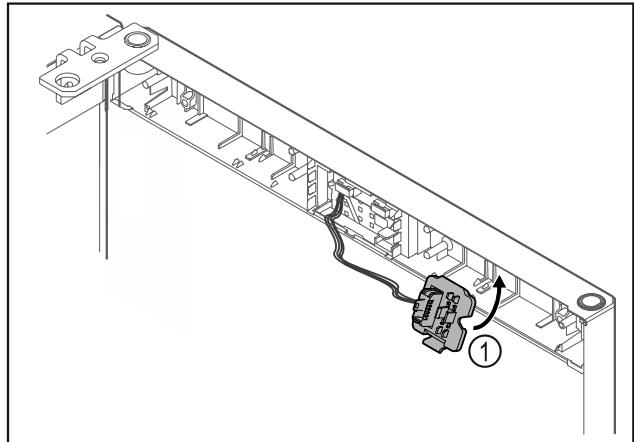

Fig. 23
- Držalo vtiča Fig. 23 (1) pritrdite na nasprotno stran.